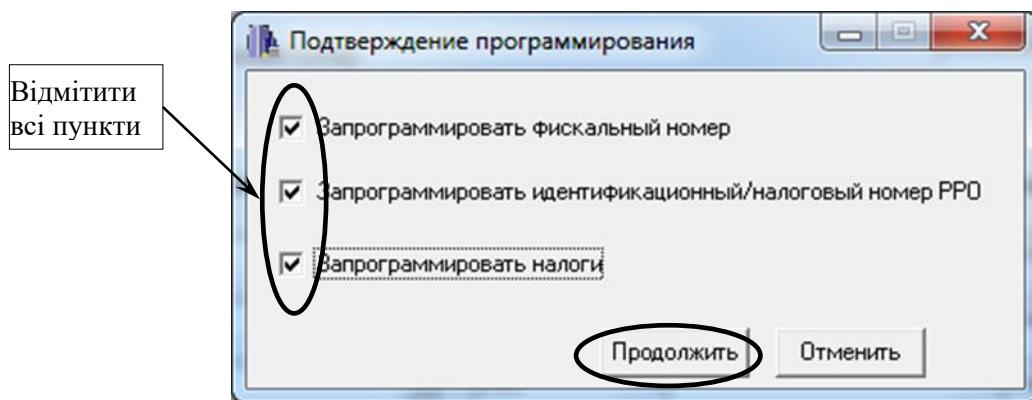

Рисунок 22
5.7 Натиснути на кнопку «Запрограммировать». У вікні, що з'явилося відмітити всі пункти (рисунок 22). Натиснути кнопку «Продолжить».